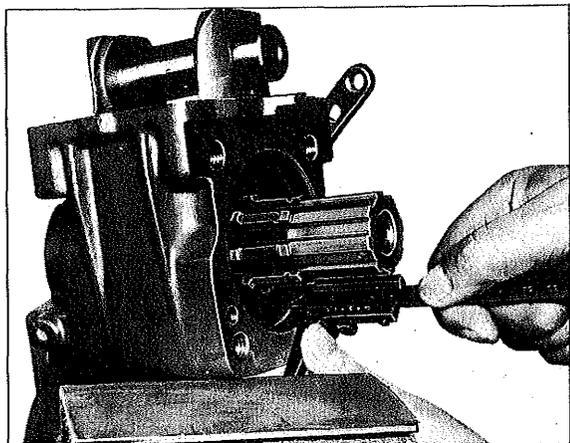

Fig. 62
2.3 Avec une jauge de profondeur, mesurer la distance entre la surface d'étanchéité du couvercle (25) sur le boîtier à l'épaulement de butée du roulement à billes (22) (fig. 62).